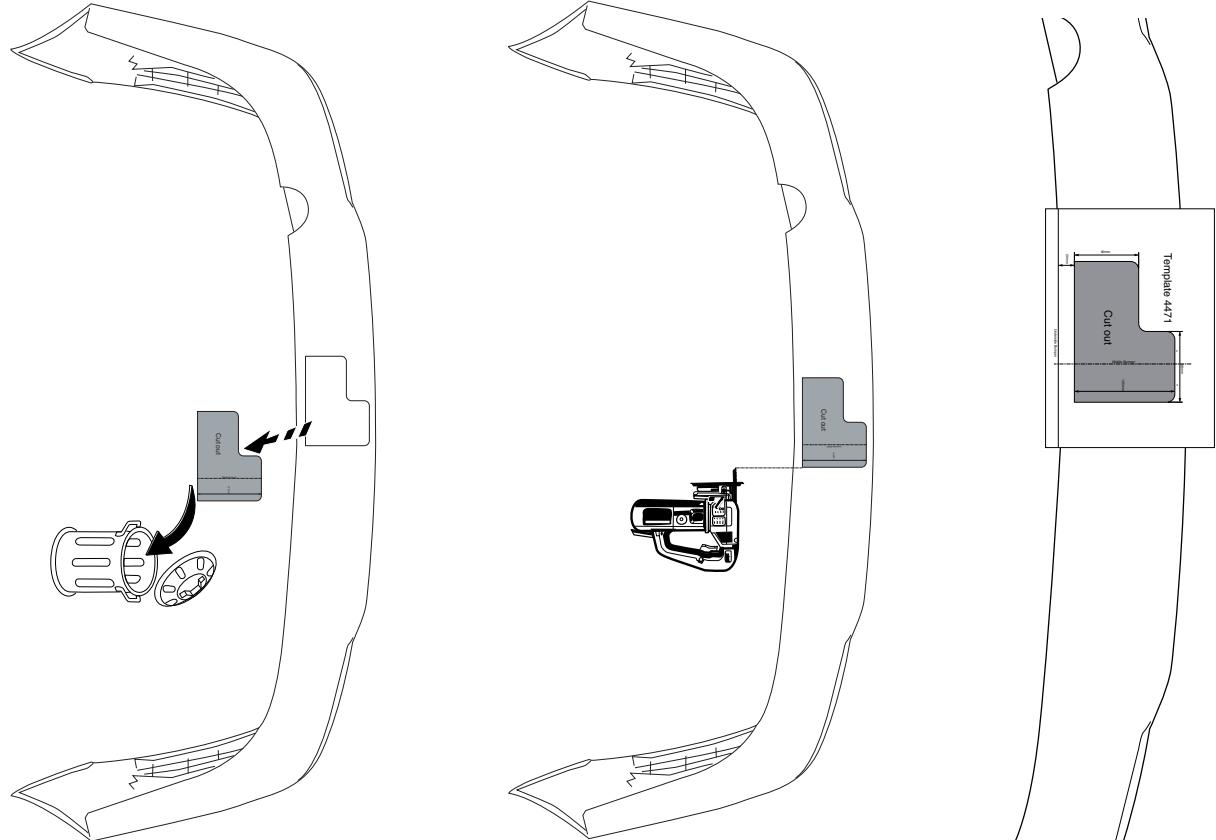

Fig. 1
1. Dégager le plancher du coffre. Retirer le cric du coffre (à gauche), l'écran arrière en plastique et les compartiments de rangement en plastique (à gauche et à droite). Démonter le pare-chocs du véhicule. Retirer la garniture du pare-chocs. Retirer les amortisseurs situés dans la garniture. Une fois retirés, ces amortisseurs ne seront plus remis en place. Scier un morceau du pare-chocs conformément à la fig. 1.
innanmätet ur kofångaren. Avlägsna stötdämparna från innanmätet, dessa förfaller. Såga ut en del ur kofångaren enligt fig.1.
1. Ryd gulvet i bagagerummet. Fjern følgende fra bagagerummet: donkratten (til venstre), bagskærmen af kunststof og kunststoflommerne (til højre og venstre). Fjern kofangeren fra køretøjet. Fjern den indre del af kofangeren (inderværket). Fjern støddæmpere fra inderværket. Disse støddæmpere skal ikke genanbringes. Sav et stykke ud af kofangeren, se fig. 1.
1. Despejar el suelo del maletero. Retirar del maletero el gato (a la izquierda), la pantalla posterior sintética y los compartimientos almacén sintéticos (a la izquierda y derecha). Desmontar el parachoques del vehículo. Retirar el armazón interior del parachoques. Retirar los amortiguadores del armazón interior. Los amortiguadores retirados no se vuelven a poner. Serrar una parte del parachoques de acuerdo con la fig. 1.
l'anima interna del paraurti. Rimuovere gli ammortizzatori dall'anima del paraurti; questi non dovranno essere rimontati. Segare via una parte del paraurti, come indicato in fig. 1.
1. Uprzątnąć podłogę bagażnika. Z bagażnika wyjąć podnośnik, tylną ściankę z tworzywa sztucznego oraz schowki z tworzywa sztucznego (z lewej i z prawej strony). Odkręcić zderzak. Zdjąć obudowę zderzaka a następnie z obudowy wymontować amortyzatory. Amortyzatory te nie będą ponownie wykorzystywane. Według rys. 1. Ze zderzaka wyciąć pokazany element.